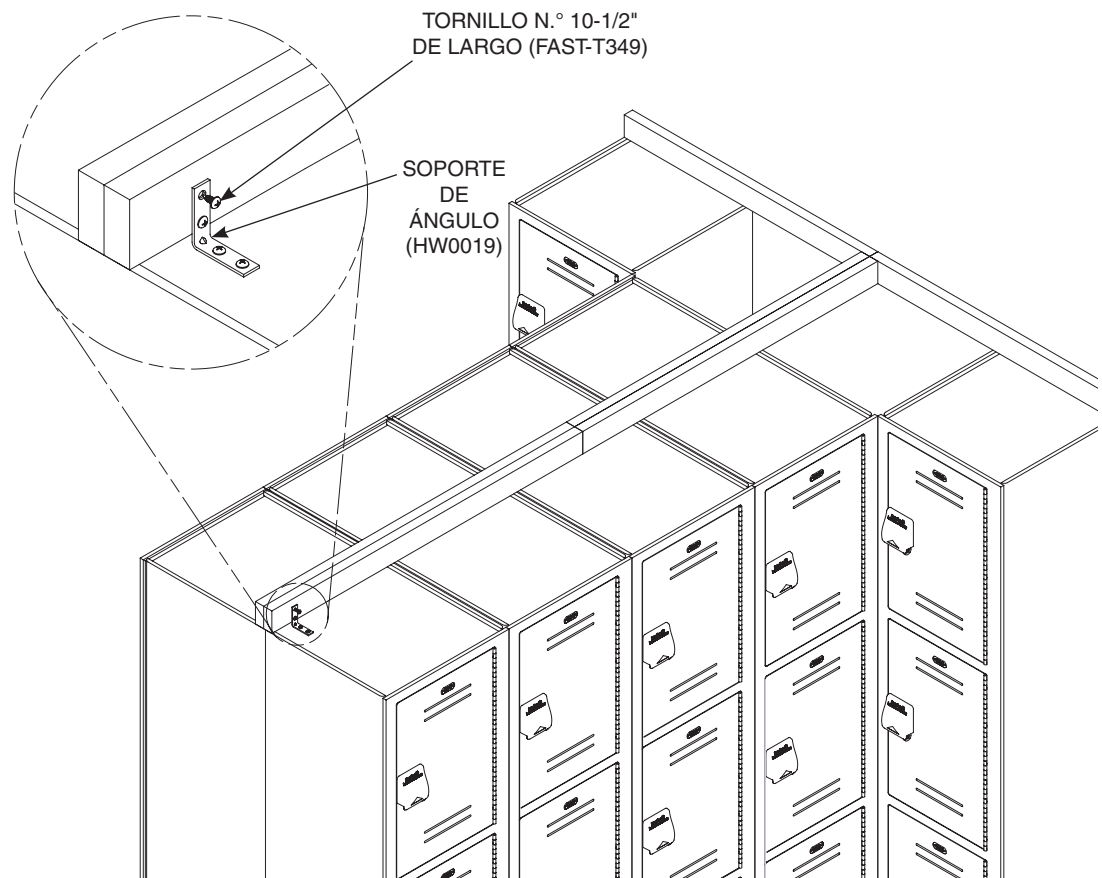

Figura 10a
2. Coloque las regletas para montaje de la parte superior inclinada en la parte superior de los casilleros, como se muestra en la Figura 10a.
4. Utilice los soportes de montaje de 2" y las piezas metálicas proporcionadas para anclar las regletas de montaje a la parte superior del casillero, como se muestra en la Figura 10a. Perfore orificios guía de 1/16" a 1/2" de profundidad para los tornillos n.º 10 x 1/2" que fijan el soporte de ángulo y la placa de unión a la base.